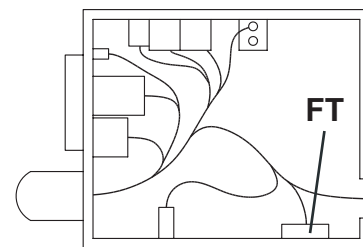

Abbildung 19
- Den Deckel des Kastens der elektrischen Teile (50) entfernen.
- Die folgende Sicherung (Abb. 19) prüfen/ersetzen: